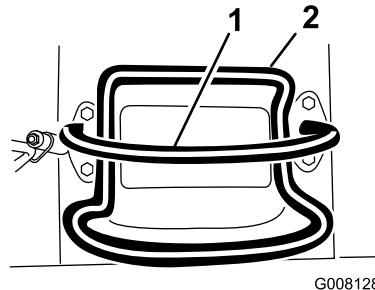
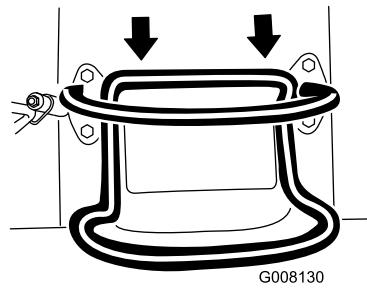

Figura 6
Figura 8
- Per spostarvi in retromarcia, tirate indietro il comando della trazione (Figura 8). **Quando ci si sposta in retromarcia, controllare che dietro non vi siano ostacoli e tenere le mani sulla barra di riferimento (Figura 6).**
- Per l'arresto, rilasciate il comando della trazione (Figura 6).